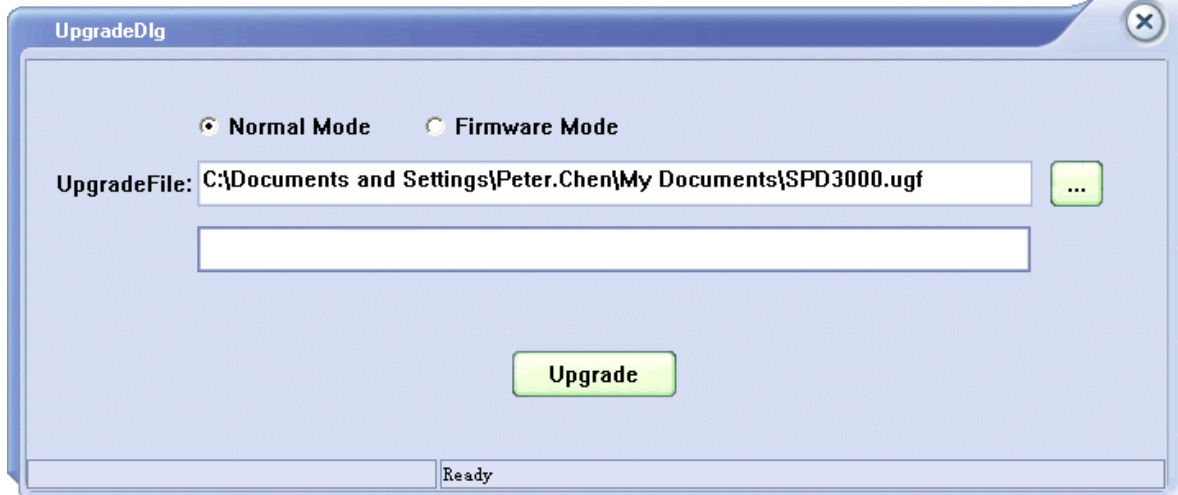

Figure 4
4. Comme le montre la figure 4, cliquez sur le bouton Upgrade pour commencer la mise à niveau. La mise à niveau est terminée lorsque la barre de progression est terminée et l'instrument exécute la version après la mise à niveau.